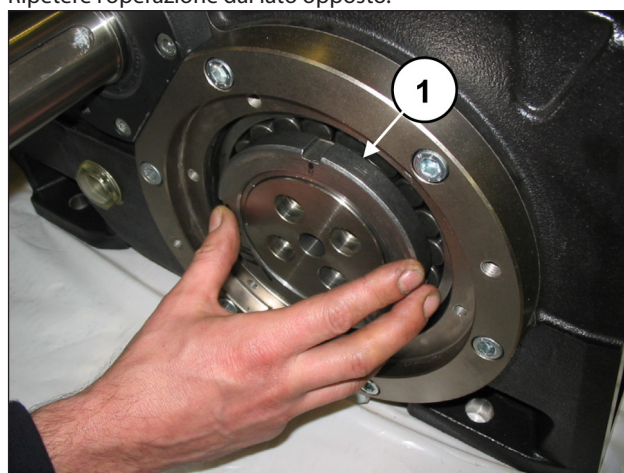
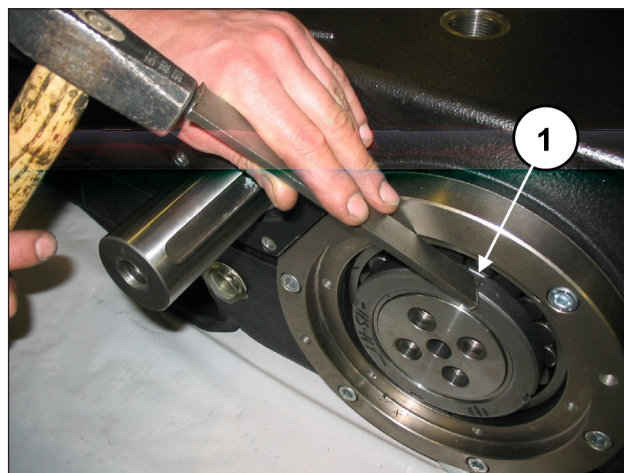

Fig. 15
Fig. 16
Su di un lato avvitare una ghiera tipo SKF KM20 sulla bussola di pressione (pos. ①, Fig. 15), quindi sbloccare la bussola mediante massa battente (pos. ①, Fig. 16), senza estrarla. Ripetere l'operazione dal lato opposto.